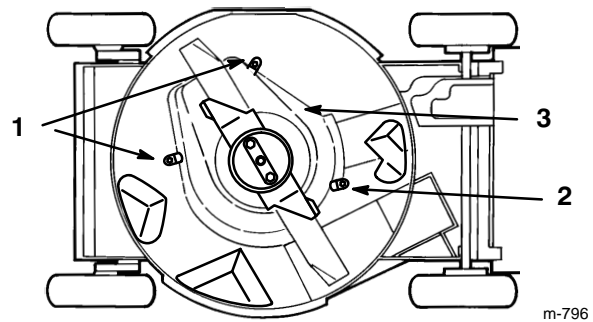

Abbildung 32
5. Die Zungen lösen, mit denen der Schild der Messerbremsenkupplung am Mähdeck befestigt ist, indem die Muttern bzw. Schrauben an den Zungen losgedreht werden (Abb. 32). Die Zungen um 180° zur Seite drehen.